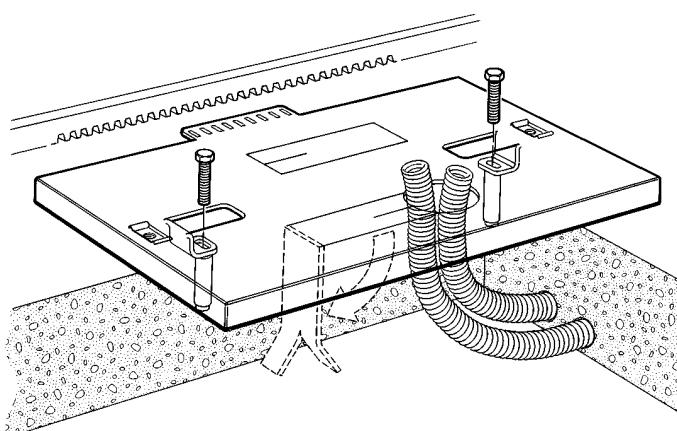

FIG. 4
Rispettando le misure d'ingombro (Fig. 1), fissare a terra la piastra di base mediante 4 robusti tasselli ad espansione (Fig. 4) oppure annegarla nel calcestruzzo.
Prevedere una o più guaine per il passaggio dei cavi elettrici (Fig. 4).
Observing the overall dimensions (Fig. 1), fix the base plate to the ground by means of 4 strong rawl plugs (Fig. 4) or bury the counterplate in the concrete.
En respectant les dimensions d'encombrement (Fig. 1), fixer au sol la plaque de base à l'aide de 4 vis à expansion (Fig. 4) ou bien noyer dans le ciment la contre-plaque.
Prévoir une ou plusieurs gaines pour le passage des câbles électriques (Fig. 4)
*Die Grundplatte unter Beachtung der Abmessungen (Abbildung 1) mit vier soliden Expansionsdübeln am Boden befestigen (Abbildung 4) an dem die mitgelieferte Platte befestigt wird, in den Beton eingießen.
Ein oder mehrere Kabelrohre für die Elektrokabel verlegen (Abbildung 4).*
Respetando las medidas externas (Fig. 1), fijar al suelo la placa de base mediante 4 resistentes tacos de expansión (Fig. 4), o bien introducir en hormigón la contraplaca.
Preparar una o varias vainas para el paso de los cables eléctricos (Fig. 4).